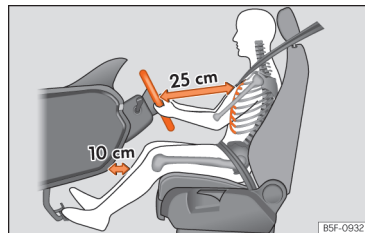

Abb. 17 Der richtige Abstand des Fahrers zum Lenkrad muss mindestens 25 cm (10 inch) betragen.
- Lenkrad so einstellen, dass der Abstand zwischen Lenkrad und Brustbein mindestens 25 cm [10 Zoll] beträgt »» **[Abb. 17]** und das Lenkrad mit beiden Händen und leicht gebeugten Armen seitlich am äußeren Rand festgehalten werden kann.